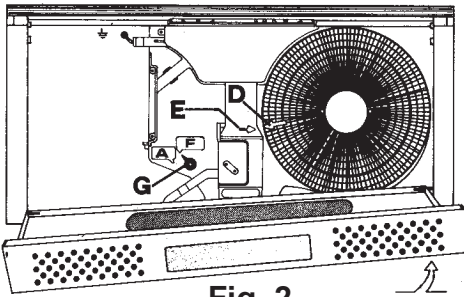

Fig. 2
N.B.: in questo caso se la cappa è provvista di filtro al carbone, esso va tolto (fig. 2).
Girare la levetta G nella posizione «F» (fig. 2).
Se la cappa è sprovvista di filtro, richiederlo al servizio assistenza tecnica o alla Ditta costruttrice, specificando il modello dell'apparecchio. Per montare il filtro posizionarlo nell'apposita sede, facendo coincidere l'indice E con la freccia D (fig. 2), ruotare in senso orario fino al bloccaggio.
Per estrarre completamente, tirare in avanti dal lato destro fino allo sgancio (fig. 2).